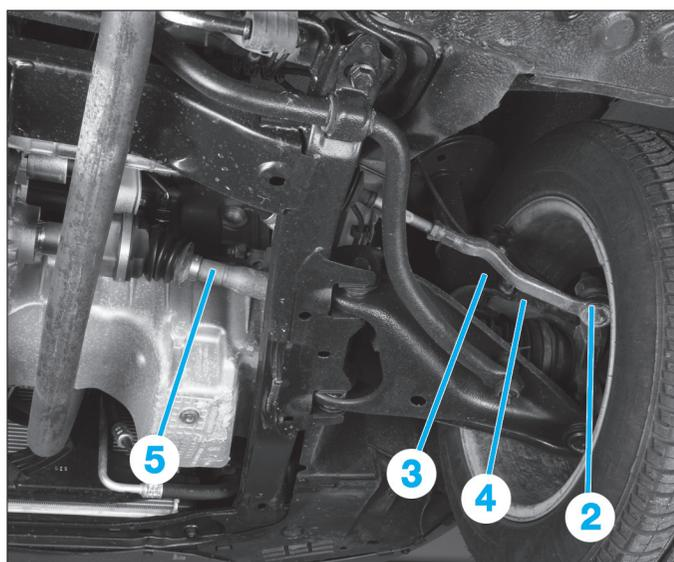
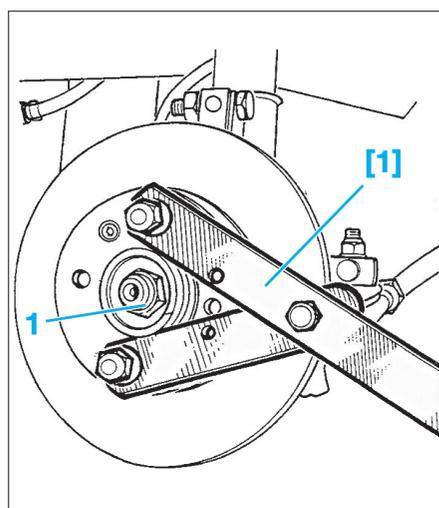

Fig. 2
Fig. 1
- [1] Outil d'immobilisation du moyeu type "Y" (Fig.1).
- l'écrou de moyeu (1) à l'aide de l'outil [1] (Fig.1),
- l'écrou de rotule de direction (2) (Fig.2),
- Déposer les deux boulons de fixation d'amortisseur droit (3) sur le pivot (4).
- Déposer la transmission (5) de la boîte de vitesses.
- Déposer les deux boulons de fixation d'amortisseur droit (3) sur le pivot (4) (Fig.2).